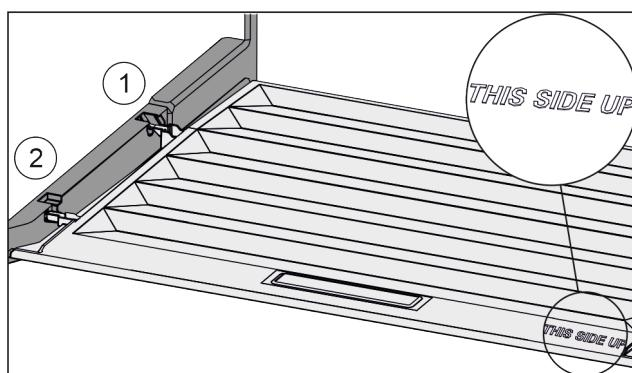

Fig. 39
- Вставить поперечные ребра крышки через отверстие заднего держателя Fig. 39 (1) и защелкнуть спереди в держателе Fig. 39 (2).